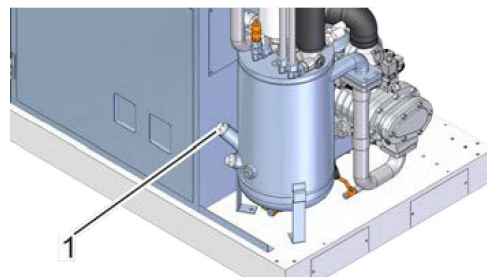

Рис. 36: Пробка наливного отверстия
- Ослабьте пробку наливного отверстия (Рис. 36/1), осторожно откройте, не потеряв уплотнительное кольцо.